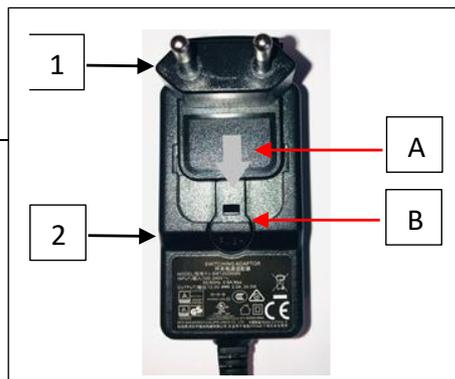

Abb. 4
Im Lieferumfang ist ein landesspezifischer Steckeradapter enthalten (1). (Abb.4)